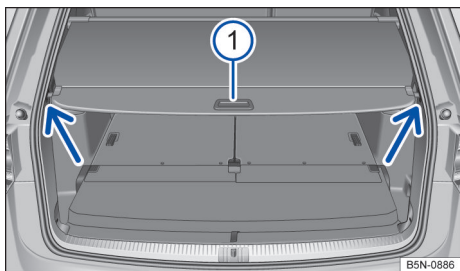

Fig. 177 No compartimento de bagagem: cobertura fechada do compartimento de bagagem.
- Puxar a cobertura do compartimento de bagagem um pouco para trás pelo manipulo → Fig. 177 ① e retirá-la da ancoragem, puxando-a para cima (setas). Conduzir a cobertura do compartimento de bagagem para frente.